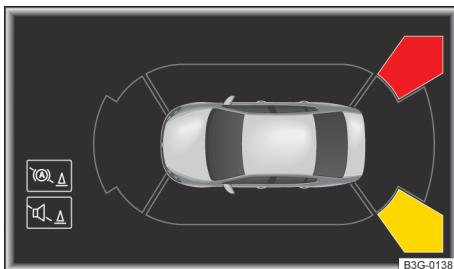

Fig. 170 Na tela do sistema Infotainment: exibição do assistente de saída de vaga.
- Observar os sinais sonoros ou mensagens de texto no display do instrumento combinado. Os segmentos em cores mostram no display do sistema Infotainment a área traseira do veículo afetada → Fig. 170.